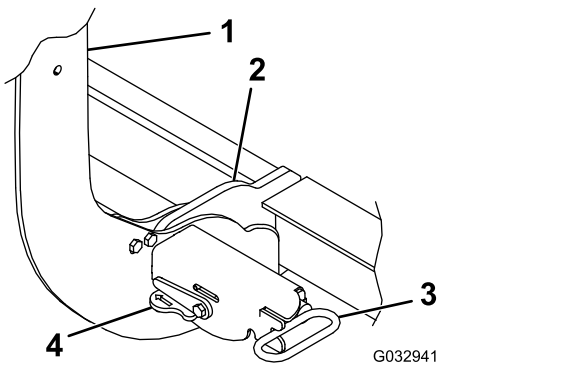

Bild 34
3. Stellen Sie die Hebel an den Kupplungen in die EIN-Stellung (Bild 34).
6. Stellen Sie sicher, dass beide Kupplungsfederstifte ganz in der Kupplung eingerastet sind (Bild 34).